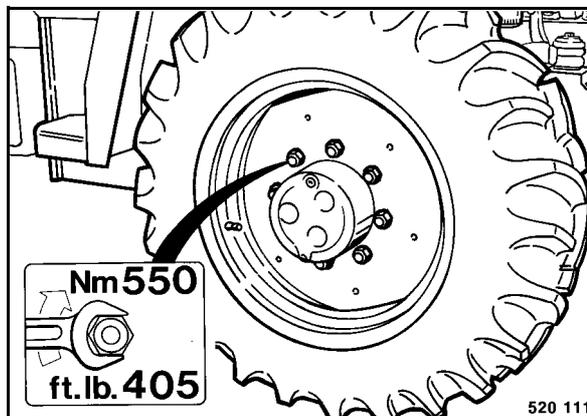

Рис. 173
- Подтянуть крест-накрест гайки крепления колес (Рис. 173).